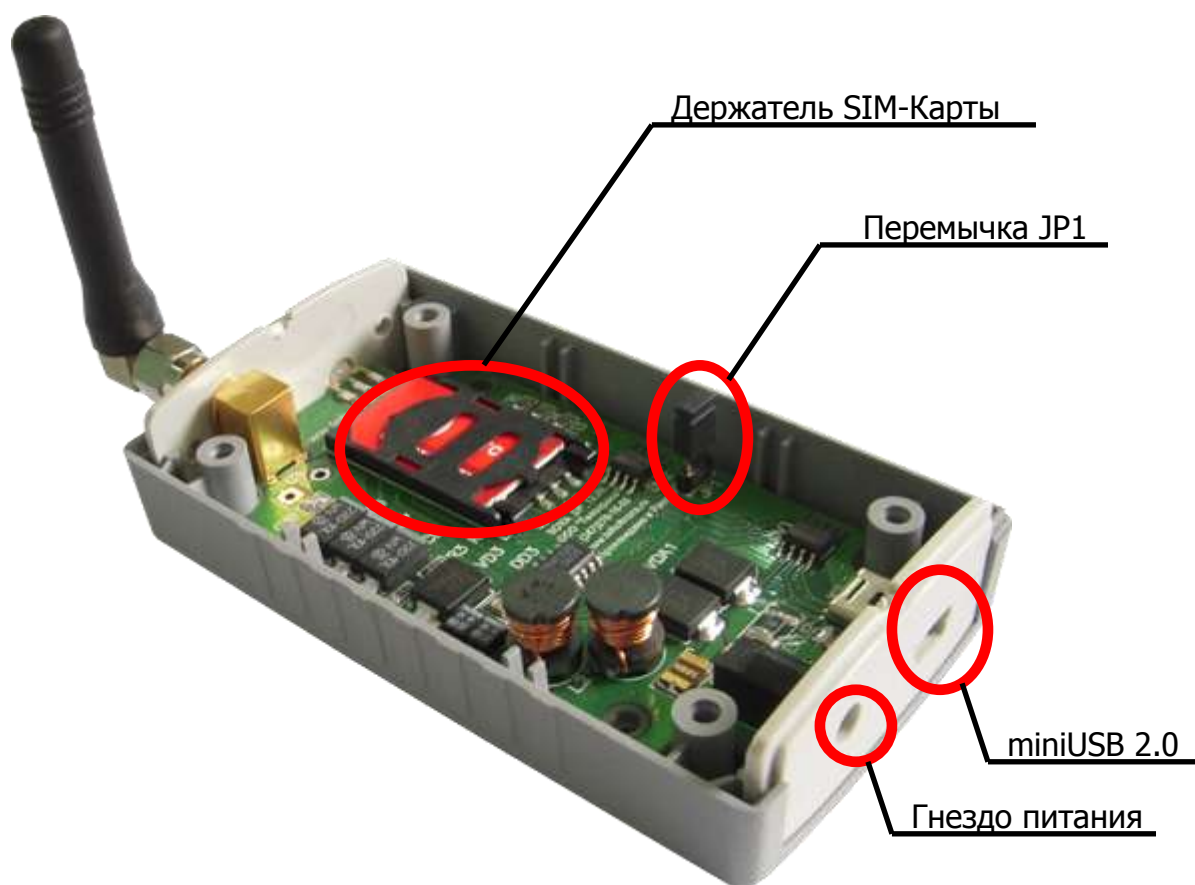

Рис. 1 – Внешний вид платы, крышка модема снята
- 5) Выключить телефон, извлечь подготовленную SIM-карту из телефона и вставить ее в держатель SIM-карты (см. рис. 1).